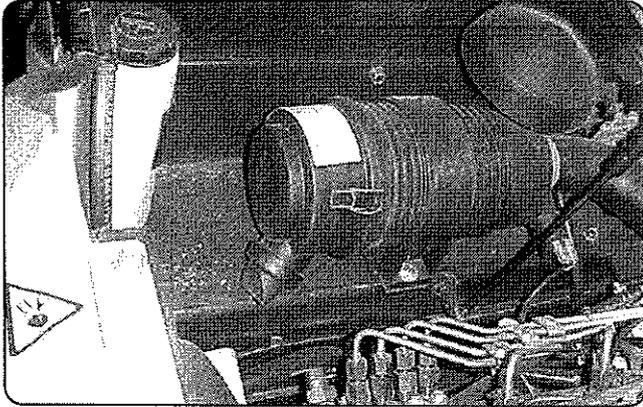

fig. 17
- 3) Sacar el polvo retenido en el filtro del aire, apretando la valvula1 (Fig. 17)
- 2) Prestar especial atención al filtro del aire (Fig. 17) Presionar la valvula de evacuación 1 para sacar el polvo acumulado en el interior. Limpiar todo el exterior del filtro y especialmente el prefiltro de aspiración 2.
- 3) Take out the dust of the air filter, tightening the valve 1 (Fig. 17).
- 2) Pay special attention to the air filter (Fig. 17). Press the outlet valve 1 to release the inside accumulated dust. Clean the outside of the filter and, specially, aspiration prefilter 2.
- 3) Faire sortir la poussière retenue dans le filtre à air, en serrant la valve 1 (Fig. 17).
- 2) Faire particulièrement attention au filtre à air (Fig. 17). Appuyer sur la valve d'évacuation 1 pour faire sortir la poussière accumulée à l'intérieur. Nettoyer entièrement l'extérieur du filtre et en particulier le préfiltre d'aspiration 2.
- 2) Limpiar el filtro de aire (Fig.17) Antes de soltar la tapa 3, presionar la válvula 2 para sacar el polvo acumulado en el interior del filtro. Soltar las grapas, desmontar la tapa 3, sacar los elementos filtrantes y limpiarlos con aire a presión. Si no están en condiciones, o despues de 5 limpiezas SUSTITUIR ambos elementos filtrantes. Al volver a colocar la tapa, asegurarse de su correcta colocación y cierre